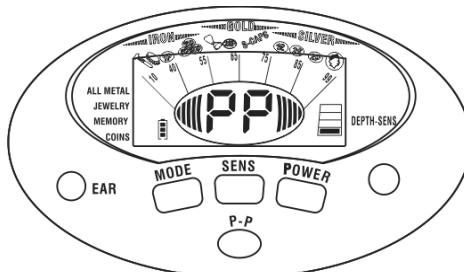

Fig.17
- b) Veuillez laisser la pièce de cuivre 2P s'approcher lentement de la bobine de recherche. Le premier niveau de curseur de la puissance du signal commence à apparaître et le son devient plus fort dans la position d'environ 7 "-8". Veuillez laisser la pièce de cuivre 2P continuer à s'approcher de la bobine de recherche. Le curseur de force du signal sera à pleine échelle rapidement et le son deviendra plus fort. Ensuite, le curseur de profondeur indique que la profondeur tombera jusqu'à ce qu'un seul curseur reste. Cela signifie que le métal est progressivement proche du centre de la bobine de recherche (voir la figure 17).